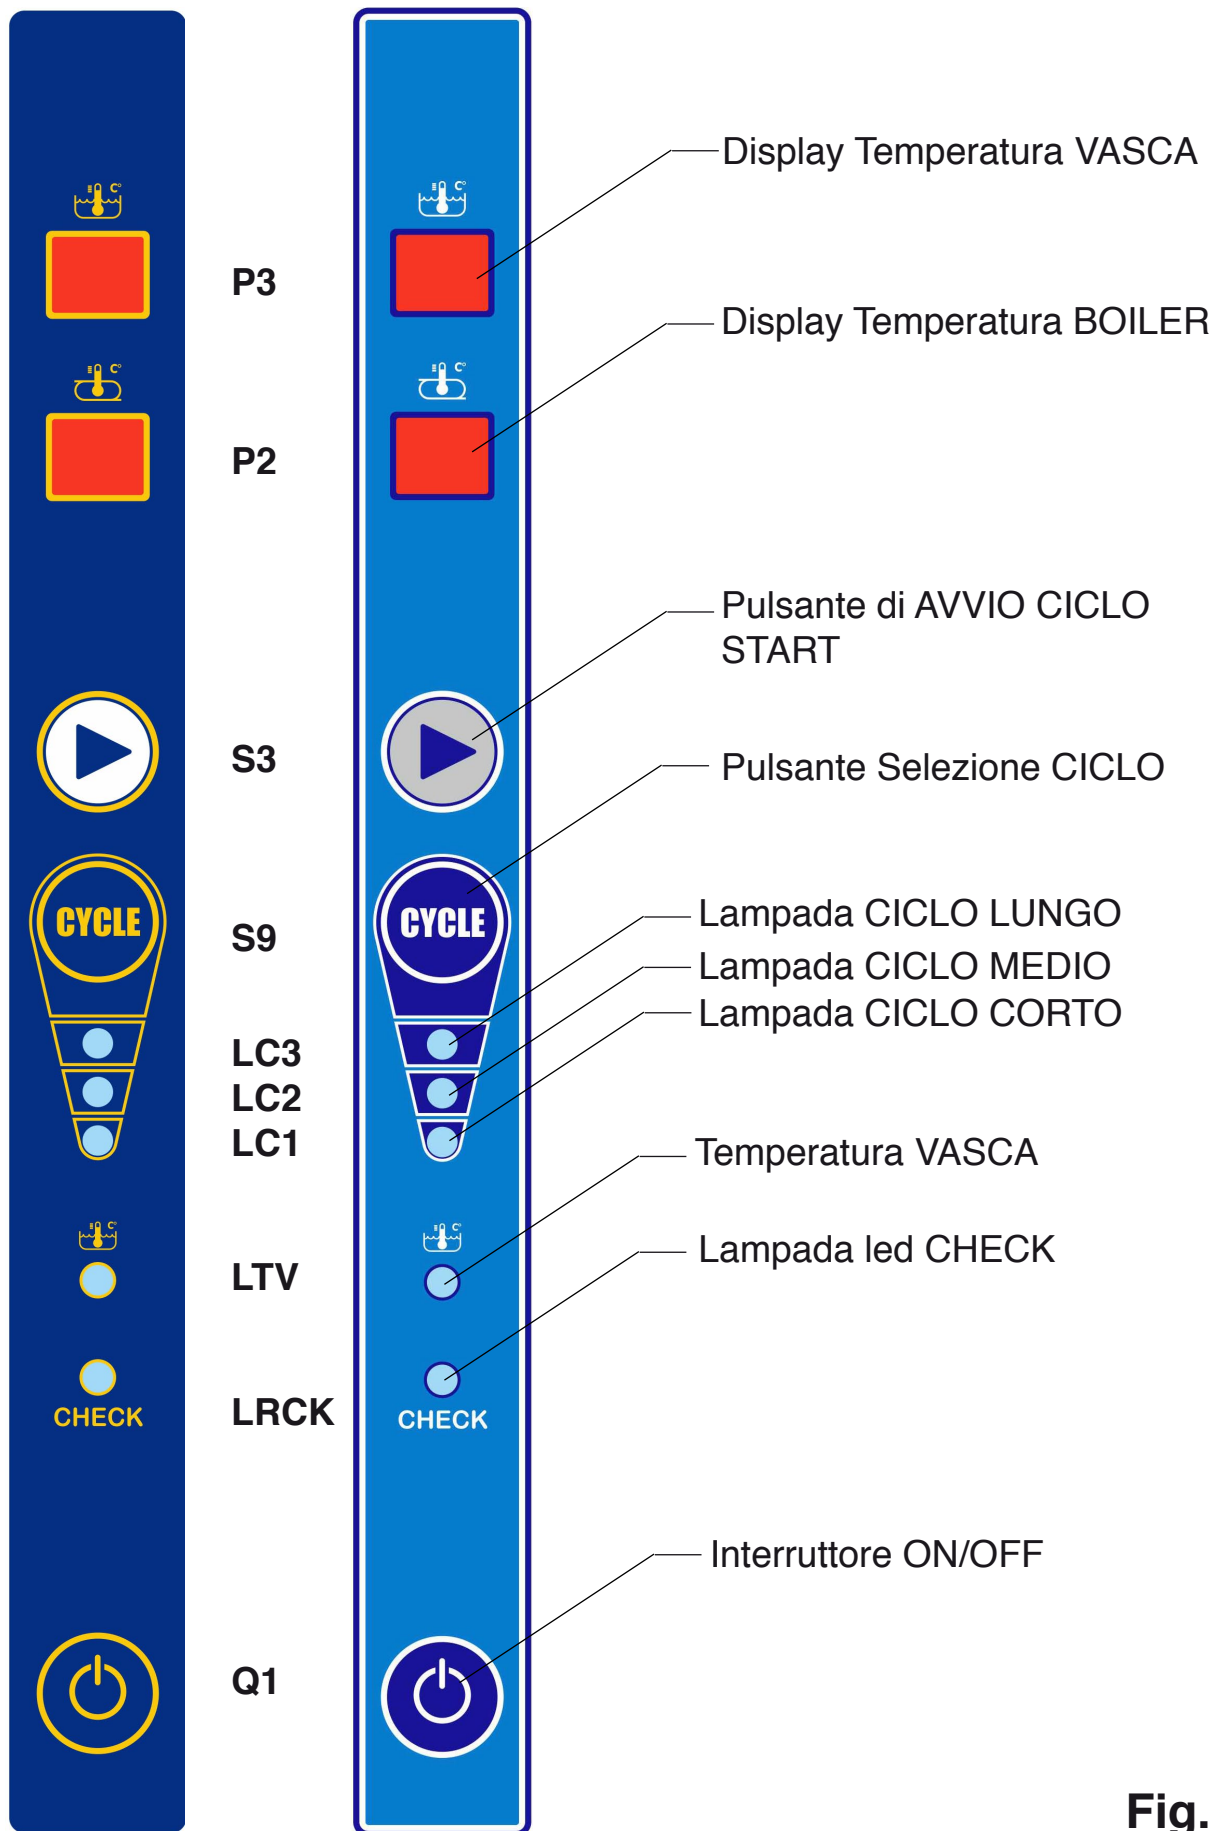

Fig. 1
2.1.a Accensione e Preparazione macchina (Fig. 1)